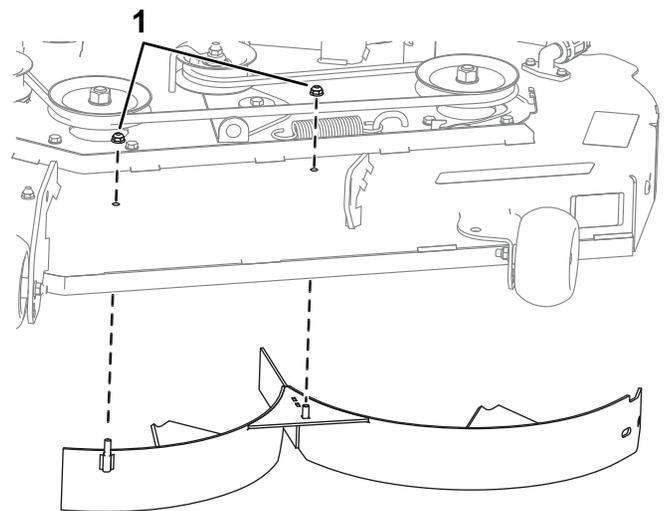
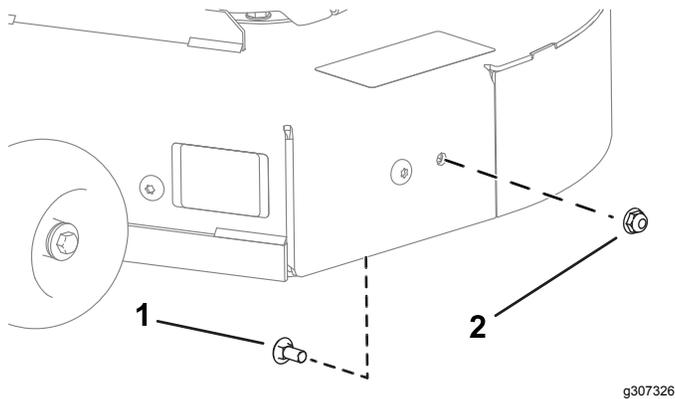

Figure 7
Figure 8
1. Fixez le déflecteur gauche à l'aide d'un boulon (5/16 x 3/4 po) et de 3 écrous (5/16 po); voir la Figure 7 et la Figure 8.